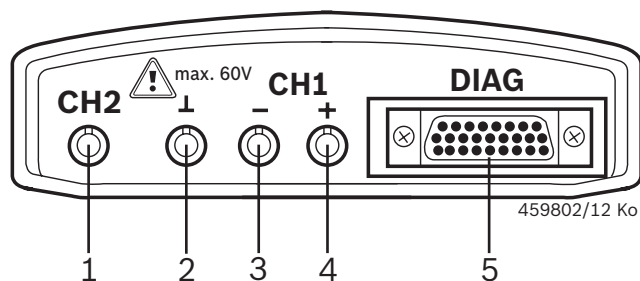

Fig. 1: Diagnoselist/målelist
- Dersom det ikke er tilkoblet diagnosekabel, må det opprettes en jordforbindelse fra KTS modulene (fig. 1, pos. 2) til kjøretøyets gods med den vedlagte jordkabelen før det utføres U-, R- eller I-målinger.